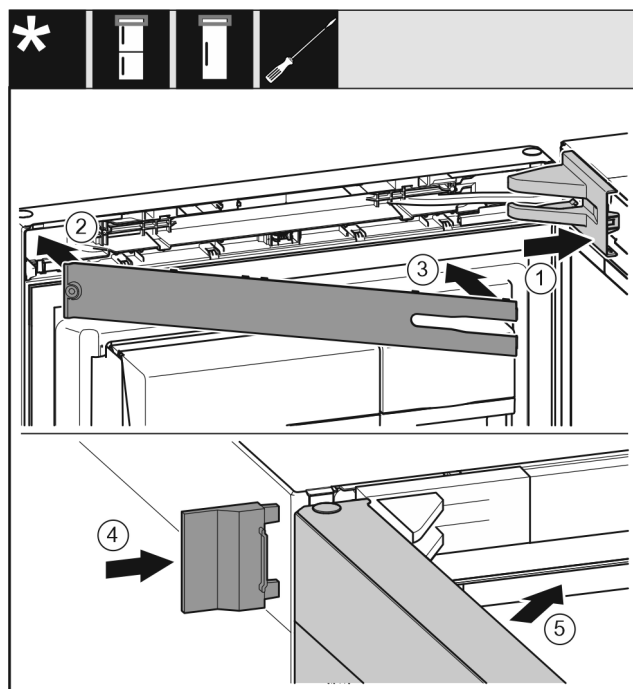

Fig. 71
- ▶ Установите и зафиксируйте крышку опорного кронштейна Fig. 71 (1), при необходимости осторожно разожмите ее.
- ▶ Установите накладку Fig. 71 (2).
- ▶ Подведите и защелкните накладку Fig. 71 (3).
- ▶ Надвиньте внешнюю крышку Fig. 71 (4).
- ▶ Закройте верхнюю дверь Fig. 71 (5).